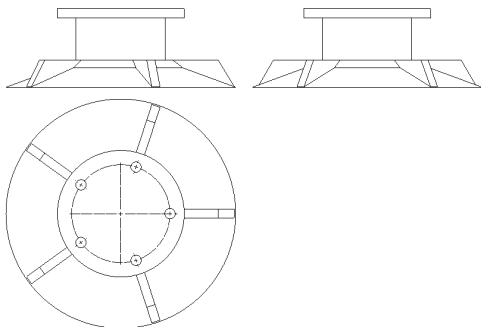

图 12-30 打开工程图文件
(1) 单击常用工具栏中的【打开】按钮，打开一幅工程图文件，如图 12-30 所示。